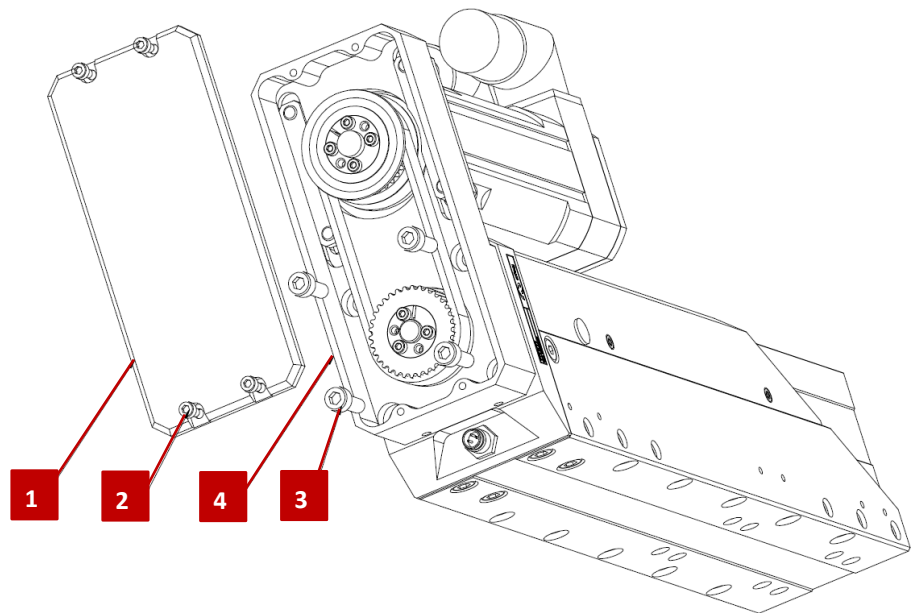

Abb. 8 Verstellung der Motorposition
3. Schraube (Abb. 8, 2) M3x6 lösen und Deckel (Abb. 8, 1) entfernen.
4. Bei SA-3 und SA-3-FL: 4x Schrauben (Abb. 8, 3) M4x16 entfernen.
5. Bei SA-6 und SA-6-FL: 4x Schrauben (Abb. 8, 3) M5x16 entfernen.
6. Gehäuse (Abb. 8, 4) um 90° nach links oder rechts drehen (schwenken).
7. Bei SA-3 und SA-3-FL: 4x Schrauben (3) M4x16 mit 4 Nm anziehen.
8. Bei SA-6 und SA-6-FL: 4x Schrauben (3) M5x16 mit 6 Nm anziehen.
9. Deckel (Abb. 8, 1) wieder montieren und befestigen.